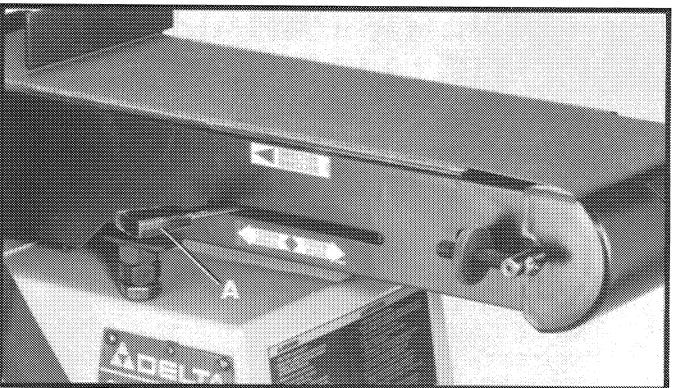

Fig. 25
- Cuando vaya a realizar este ajuste, asegúrese que la palanca de tensionamiento de correa (A) Fig. 25 esté completamente hacia el lado izquierdo en la posición apretada, como se ilustra aquí.